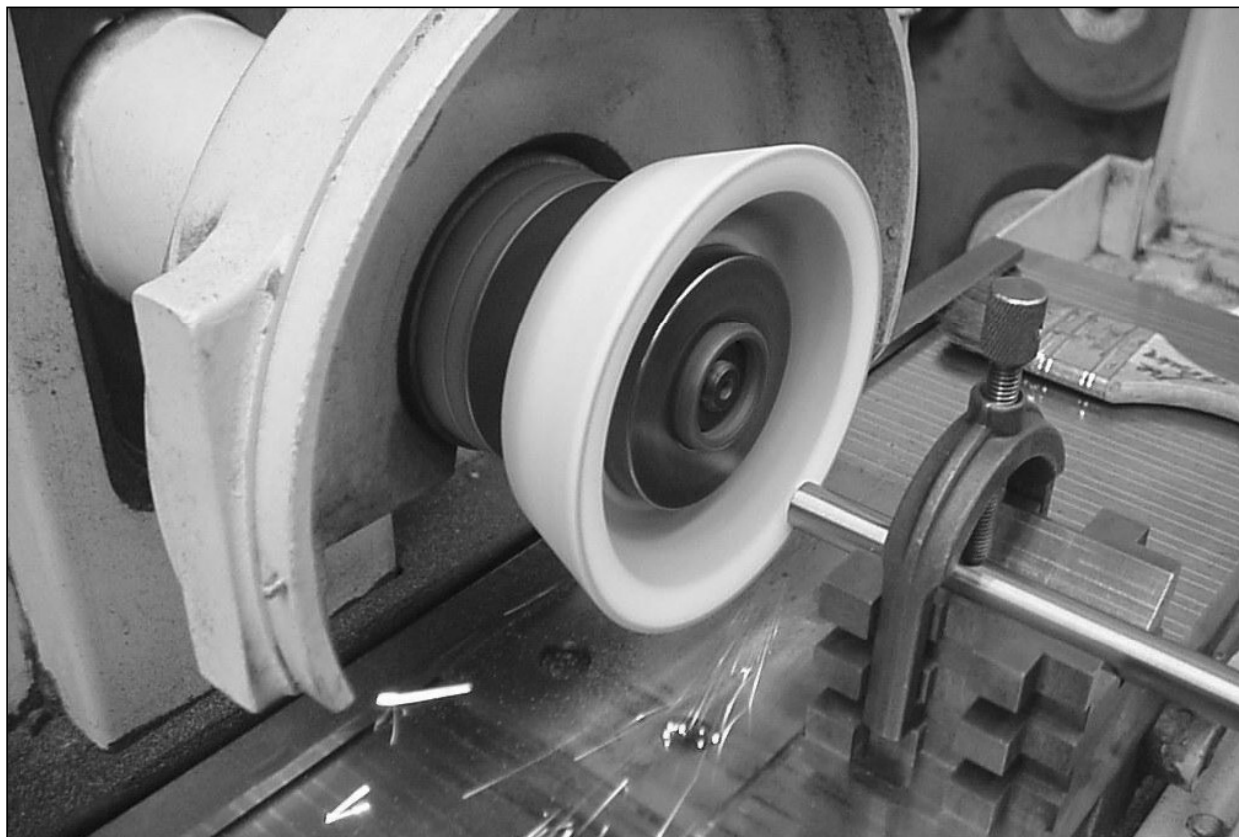

FIGURE 14-17 Plus la surface de contact entre la meule et la pièce est réduite, plus la meule résistera au travail tout en permettant un travail productif.
26. *Si vous travaillez avec le côté de la meule, réduisez sa surface de travail à une toute petite couronne (figure 14-17).*